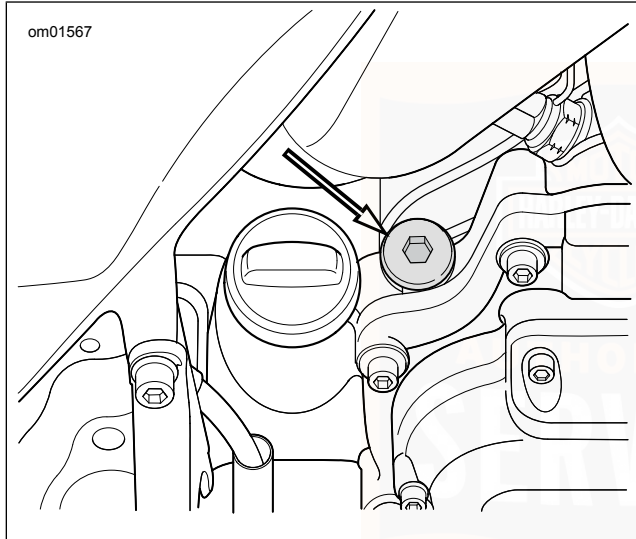

Abbildung 66. Lage des Getriebeeinfüllverschlussstopfens/Ölmesstabs
2. Siehe Abbildung 66. Den Getriebeeinflussverschlussstopfen/Ölmesstab entfernen. Den Ölmesstab sauber wischen.
1. Siehe Abbildung 66. Den Getriebeeinflussverschlussstopfen/Ölmesstab entfernen.